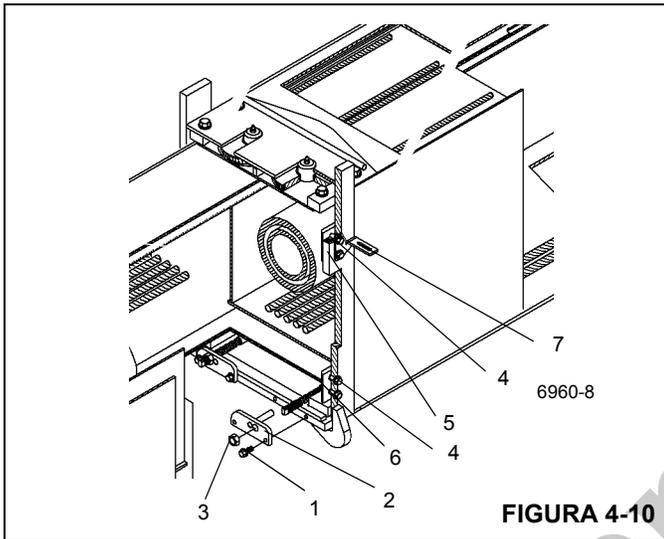

FIGURA 4-10
- Remova os parafusos e as arruelas (1) que fixam as placas de fixação do cabo de retração da seção volante (2)
na parte frontal inferior da seção intermediária interna. Remova as contraporcas e as placas de fixação (3) dos cabos (Figura 4-10).
10. Remova os parafusos e as arruelas (4) que fixam cada placa de desgaste lateral superior (5) e inferior (6) na parte frontal da seção intermediária interna (Figura 4-10). Remova as placas de desgaste, os calços e a cantoneira de montagem (apenas lado superior esquerdo) (7).